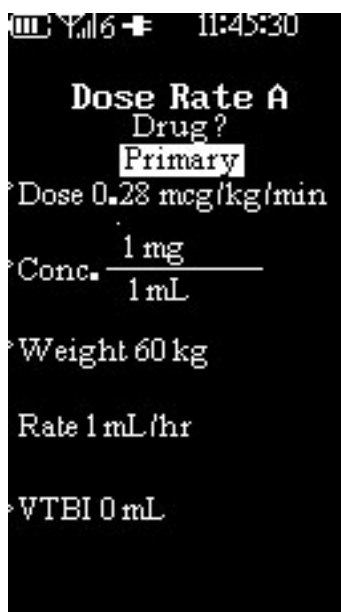

Figura 4-7. Menu calcolo velocità di dosaggio
L'esempio mostrato nella **Figura 4-7** riguarda il Canale A. Tuttavia, la schermata di calcolo del dosaggio utilizzata per il Canale B è la stessa, fatta eccezione per il titolo e il testo softkey usati per andare alla schermata di calcolo del dosaggio del Canale A. Una volta completata con successo la schermata di calcolo della dose, comparirà un messaggio "Ready to Start" ("Pronto a iniziare") nell'angolo in basso a destra del display. Questo messaggio viene utilizzato per indicare che l'utente può premere il tasto di comando "Start/Stop Channel" ("Avvio/Arresto Canale") per il canale appropriato.
- c. Osservare che il Menu Calcolo della velocità di dosaggio (**Vedere Figura 4-7**) verrà visualizzato con la parola "Primary" ("Principale") evidenziata.
- f. Osservare che il Menu Calcolo della velocità di dosaggio (vedere la Figura 4-7) verrà visualizzato con la parola "Primary" ("Principale") evidenziata.